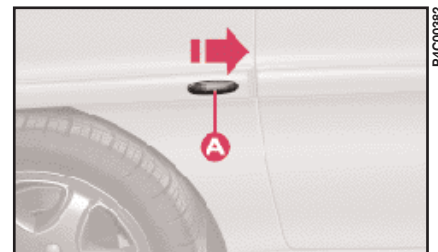

fig. 15
1) Spingere il trasparente **A** (fig. 15) nel senso indicato dalla freccia, operando con la dovuta cautela per non danneggiare la carrozzeria, in modo da comprimere la linguetta di bloccaggio.